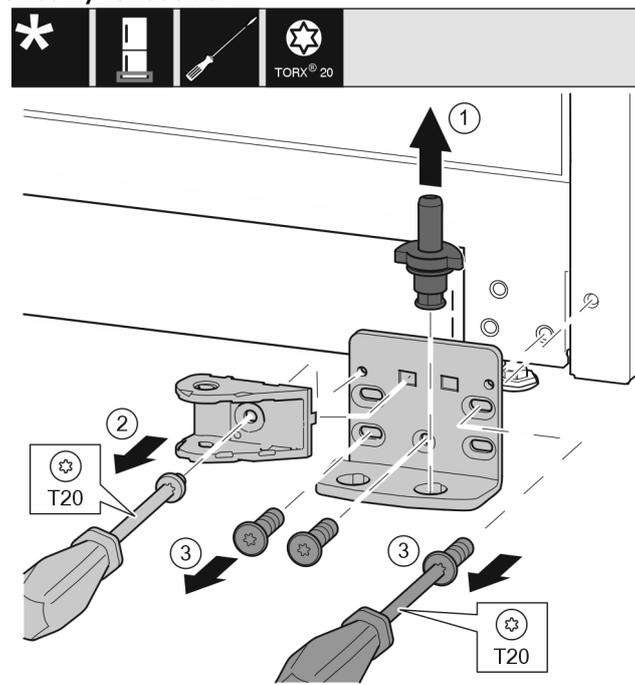

Fig. 34 *
- ▶ Ložiskový čap vytiahnite úplne nahor. Fig. 34 (1)*
- ▶ Skrutky vyskrutkujte skrutkovačom T20 a odnímite spoj tlmíča uzatvárania. Fig. 34 (2)
- Skrutky vyskrutkujte skrutkovačom T20 a odnímate ložiskovú konzolu. *Fig. 34 (3)**